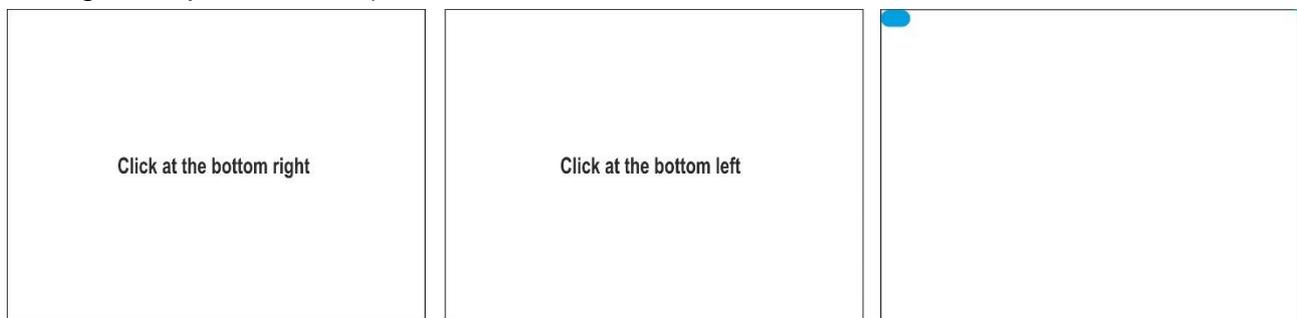

Fig. 11: Videate calibrazione touch screen – Parte bassa
3. Lo strumento fornisce il messaggio **“Toccare in basso a destra”**. Toccare la parte bassa dello schermo in prossimità del riferimento azzurro presente sullo spigolo destro (vedere Fig. 11 – parte sinistra)
4. Lo strumento fornisce il messaggio **“Toccare in basso a sinistra”**. Toccare la parte bassa dello schermo in prossimità del riferimento azzurro presente sullo spigolo sinistra (vedere Fig. 11 – parte centrale)
5. Terminate le operazioni, lo strumento presenta la videata di Fig. 11 – parte destra